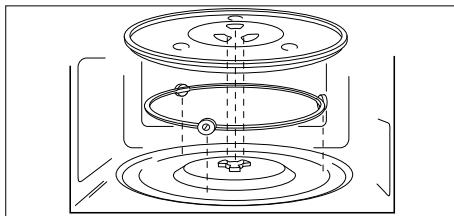

Abb. 4 – Glas-Drehsteller einsetzen
- ▶ Setzen Sie den Rollenring in die Vertiefung im Garraum und legen Sie dann den Glas-Drehsteller mittig auf die Antriebswelle (siehe „**Abb. 4 – Glas-Drehsteller einsetzen**“), so dass die Stege des Glas-Drehstellers zwischen den Flügeln der Antriebswelle liegen.